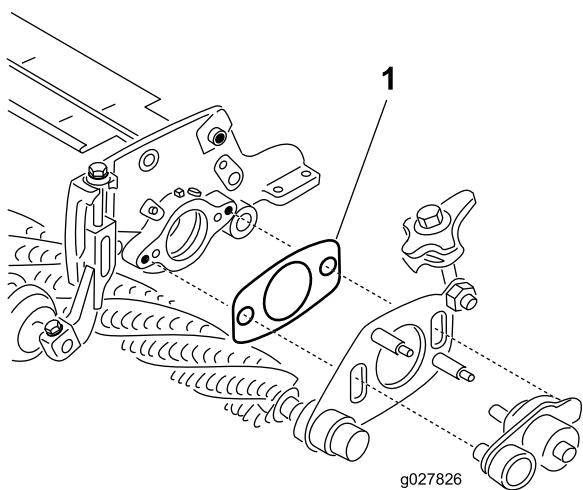

図 34
7. 駆動側グルーマピボットプレートとカッティングユニットのサイドプレートとの間にあるシム **図 34** がピボットハブに挟みつけられていないことを確認する。シムは自由に動けなければならない。